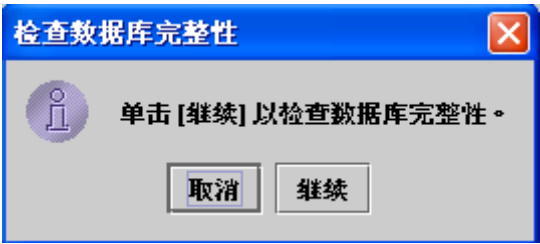

图4-31 “检查数据库完整性证实”对话框
1. 选择数据库管理对话框中的”**检查数据库完整性**”（图4-31）。
会出现”检查数据库完整性证实”对话框（图4-31），询问你以证实该检测要求。